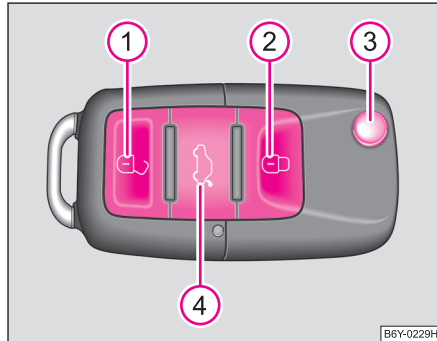

Abb. 27 Funk-Schlüssel
- Drücken Sie die Taste **4** etwa 1 Sekunde lang ⇒ Abb. 27.